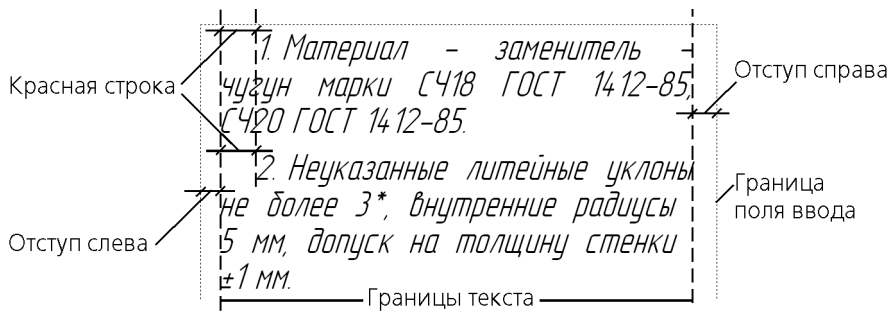

Рис. 72.5. Расположение текста на странице
Чтобы выделить одну или несколько строк текста, поместите курсор мыши слева от границы поля ввода (см. рис. 72.5 на с. 490) напротив первой строки, которую требуется выделить. Когда вид курсора изменится, нажмите левую кнопку мыши и перемещайте мышью вниз до тех пор, пока не будет выделено нужное количество строк.
Красная строка	Отступ первой строки абзаца. Это расстояние измеряется от границы текста (см. рис. 72.5). При создании нового абзаца курсор автоматически устанавливается в позицию с заданным отступом.
Отступы	Расстояния между левой и правой границами поля ввода и соответствующими границами текста (см. рис. 72.5).
* Положение начала первой строки абзаца задается значением красной строки (см. рис. 72.5).